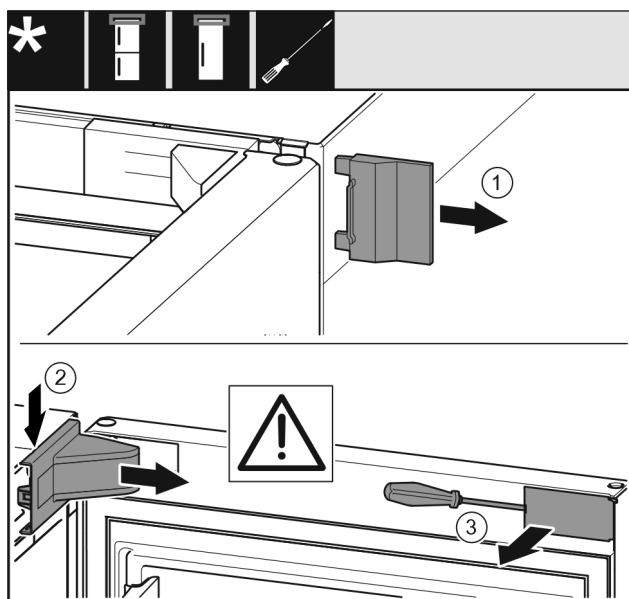

Fig. 9
- ▶ Vegye le a külső fedelet. Fig. 9 (1)
- ▶ Pattintsa ki és oldja ki a csapágybak fedelét. Vegye le a csapágybak fedelét. Fig. 9 (2)
- ▶ Pattintsa ki a takarólemezt lapos csavarhúzóval, és fordítsa oldalra. Fig. 9 (3)